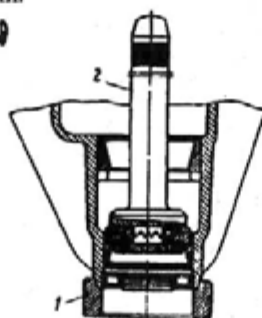

Рис. 141. Выпрессовка наружного кольца переднего подшипника ведущей шестерни:
5. Установите картер редуктора на специальную подставку 1 (рис. 141) горловиной вниз и с помощью оправки 2 выпрессуйте наружное кольцо переднего подшипника одновременно с маслоотражательной шайбой и сальником ведущей шестерни.